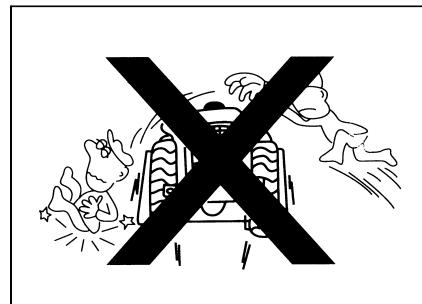

Рис. 1-44
- Категорически запрещается вскочить или спрыгнуть. Подъем на погрузчик и опускание из погрузчика не допускаются при движении погрузчика (рис. 1-44).